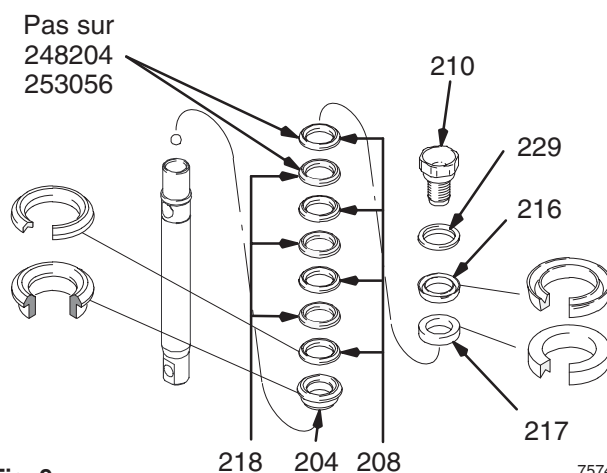

Fig. 9
Fig. 9. Faire tremper tous les joints en cuir dans de l'huile SAE 30W pendant au moins 1 heure avant le montage. Enfiler la bague mâle (204) sur la tige de piston. Enfiler alternativement les joints en UHMWPE (208) et en cuir (218) sur la tige de piston. Monter la bague femelle (217). Monter le racleur de piston (216) (attention au sens) et la rondelle d'appui (229) sur la soupape de piston (210). L'enduit d'étanchéité spécial recouvrant le filetage de la soupape de piston est bon pour quatre changements de joints. Enduire le filetage de la soupape de piston de Loctite® après le quatrième changement de joints.
Fig. 9. Introduire la tige de piston dans le cylindre avec le trou de la broche orienté vers le haut et la soupape de piston orientée vers le bas. Introduire la broche dans la tige de piston et l'arbre de manivelle.